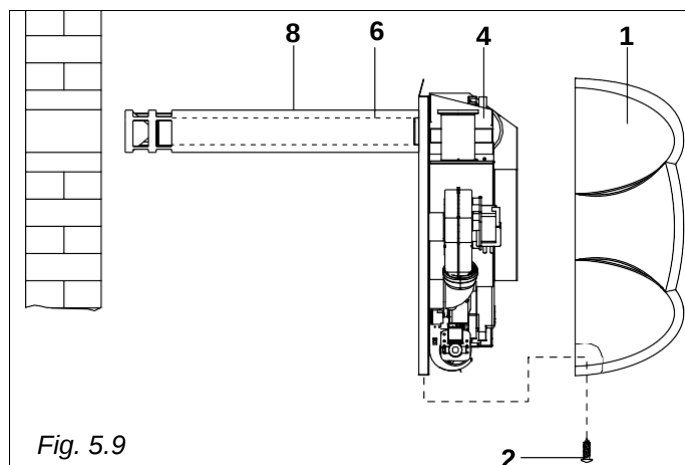

Fig. 5.9
1. Demontați carcasa (1) după ce ați slăbit surubul de fixare (2) (vezi fig. 5.9)
5. Pozitionați termoconvectorul (4) (fig. 5.9) pe perete în conformitate cu orificiul realizat anterior, apoi fixați-l cu suruburile furnizate.